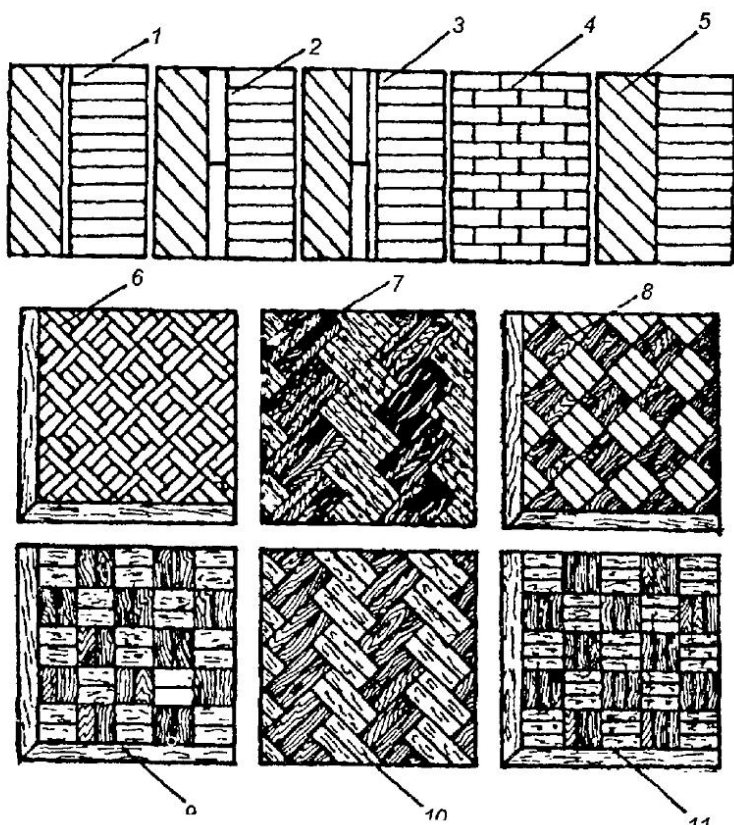

Рис. 166. Штучный паркет
**Штучный паркет (рис. 166).** Крепление этого вида паркетного покрытия осуществляется горячей или холодной (битумно-каучуковой) мастикой или гвоздями.
**Укладка фриза.** Укладку фриза начинают с угла и ведут так, чтобы стена находилась слева от паркетчика. Если предусмотрена установка линейки, то сначала устанавливают планки линейки, соединяя их торцы через пазы вставным плоским шипом. Каждую фризую и линейную планку прибивают к основанию гвоздями. Существующие варианты рисунка паркетного покрытия из штучного паркета показаны на рис. 166.